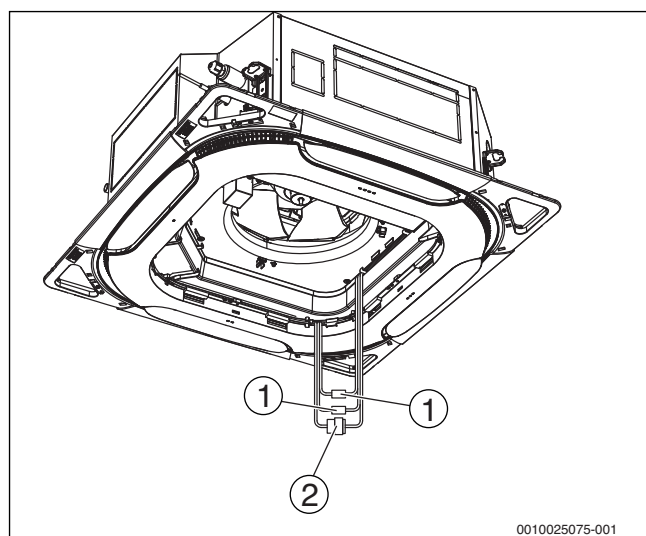

Рис. 12
- Подключите две группы 5-жильных проводов двигателя поворота декоративной панели к двум группам проводов приводного двигателя поворота, зарезервированным для внутреннего блока. Определенный порядок действий не требуется. Обратите внимание на то, что провода следует вставлять в нижнюю часть; в противном случае в механизме жалюзи может возникнуть неисправность (→ рис. 12).
- Подключите соединительный провод дисплея декоративной панели к соединительному проводу панели дисплея, зарезервированному для внутреннего блока. Обратите внимание на то, что провода следует вставлять в нижнюю часть; в противном случае может возникнуть неисправность в цепи управления дисплеем (→ рис. 12).
- Уложите и закрепите провода, а также обеспечьте их защиту, как показано на рис. 12. Не все устройства требуется закрывать с помощью кожуха. Если в комплекте защитный кожух не предусмотрен, это действие можно не выполнять.